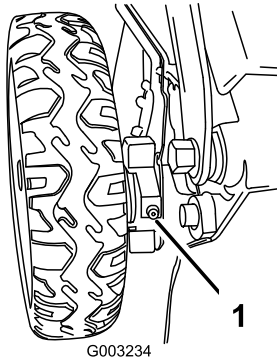

Bild 46
1. Wischen Sie die Schmiernippel innen an den Hinterrädern mit einem sauberen Lappen ab (Bild 46).